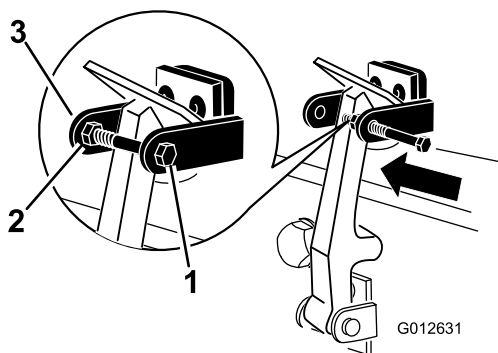

Figura 7
8. Montai urubul la celălalt bra al suportului clichetului capotei pentru a bloca clichetul în poziție (Figura 7). Strângei urubul, dar nu strângei piulița.